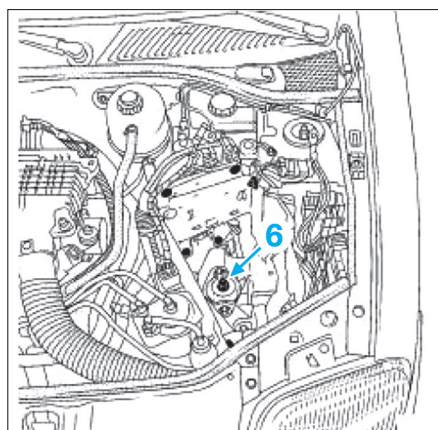

Fig. 86
- les câbles de commande de vitesses des arrêts de gaine en (5).
- Desserrer l'écrou (6) du support de boîte de vitesses (Fig.86).